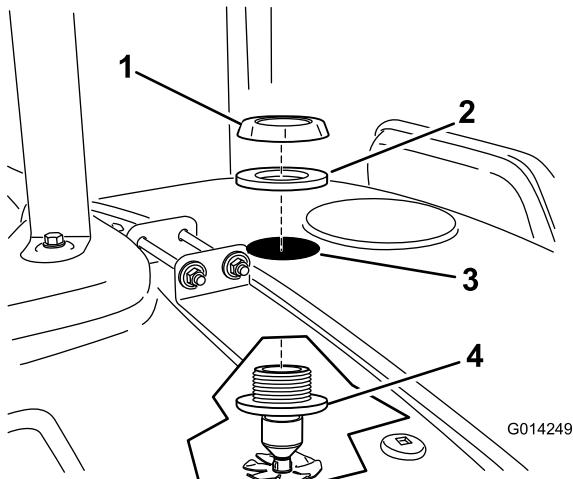

Figura 17
- Instale un conjunto de boquilla a través del taladro perforado (Figura 17).
- Instale la junta y la tuerca de plástico con arandela prensada sobre la rosca expuesta del conector estanco situado encima del depósito (Figura 17). Asegúrese de que la junta queda bien asentada entre la tuerca de plástico y la superficie del depósito.